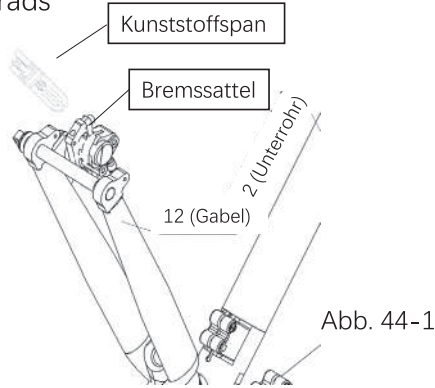

Abb. 44-1
a. Ziehen Sie den Kunststoffspan vom Bremssattel ab, wie in Abb. 44-1 gezeigt.